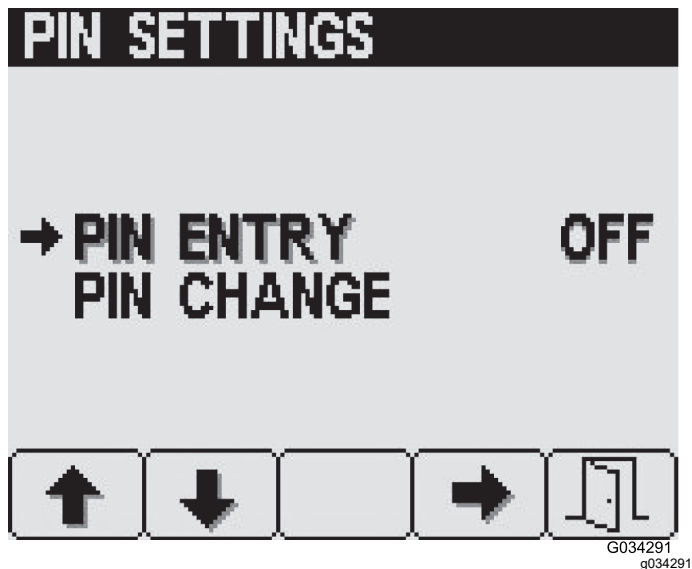

Figure 25
1. Appuyez sur le bouton 1 ou 2 pour sélectionner l'option SAISIE DU CODE PIN (Figure 25).
2. Appuyez sur le bouton 4 pour ACTIVER ou DÉACTIVER la saisie obligatoire du code PIN (Figure 25).